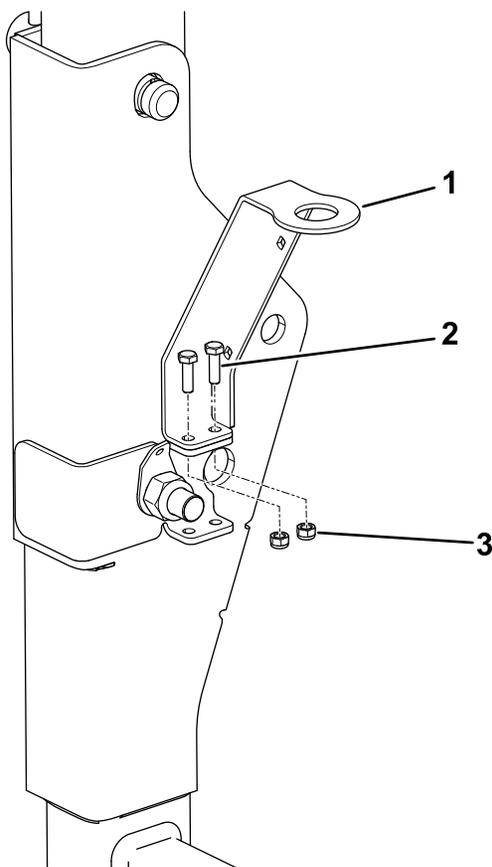

Figure 10
5. Alignez les petits trous du support du gyrophare et les trous supérieurs du support du ROPS (Figure 10), et fixez-les ensemble à l'aide de 2 boulons (M6 x 20 mm) et 2 contre-écrous (M6).